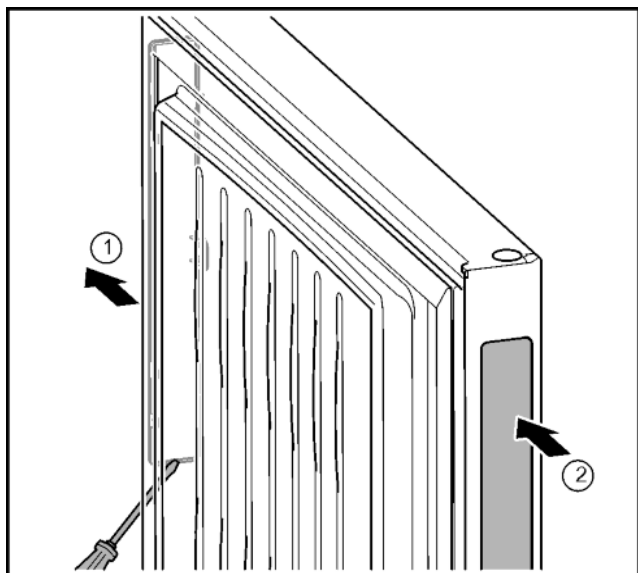

Fig. 33
- С помощью шлицевой отвертки снять крышку вспомогательного механизма открывания двери с противоположной стороны. Fig. 33 (1)
- Вставить в образовавшееся отверстие. Fig. 33 (2)